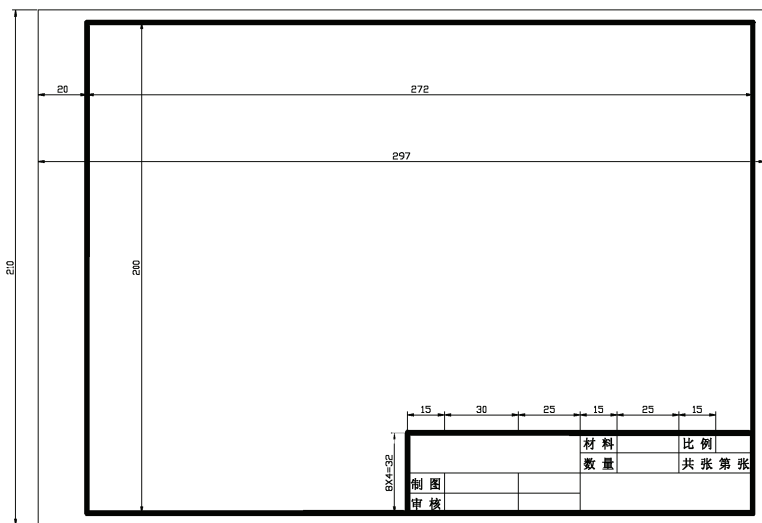

图 T7-3 标题栏
按照图 T7-3 所示的尺寸和图线，采用直线和偏移、修剪等命令绘制该标题栏。其中的文字部分在后面填写标题栏时再补充。
- ① 采用绝对坐标方式，绘制与 A4 图纸大小相等的矩形。
- ② 采用偏移命令，将最左侧的垂直线向右偏移 20 复制一条。将其它三条直线，向内偏移 5 复制。
- ③ 采用修剪命令，去除偏移复制后超出标题栏图框的部分。
- ④ 将下方的图框直线连续向上以距离 8 偏移复制 4 次。将右侧的图框线，按照图示尺寸向左偏移复制。
- ⑤ 采用修剪命令将标题栏中的直线编辑成图 T7-3 所示的大小。